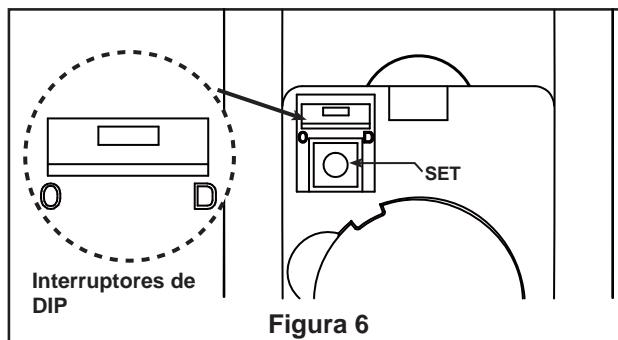

Figura 6
- ### 8. Posición de bloqueo: El motor CC posee una función de seguridad integrada para evitar la obstrucción de las palas durante el funcionamiento del ventilador. Si algo obstruyera las palas del ventilador, el motor dejaría de funcionar tras 60 segundos de interrupción. Extraiga los obstáculos antes de restaurarlo. (Figura 6)